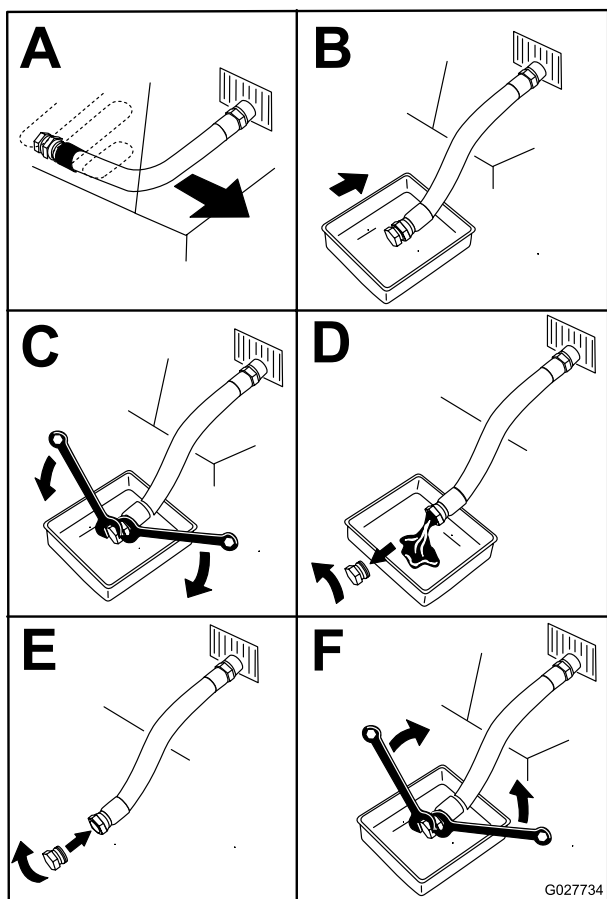

Figura 52
4. Drene el aceite del motor (Figura 52).